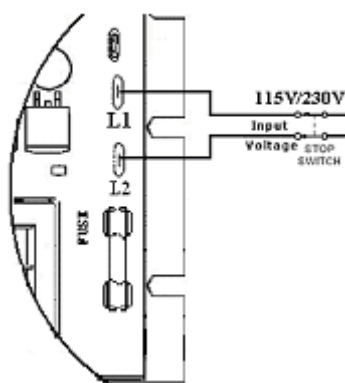

图 8
1. 交流线路 – 将 AC 线路连接到 L1 和 L2 上（见图 8）。（保证 BM 是按照正在使用的交流线路电压设置的。）